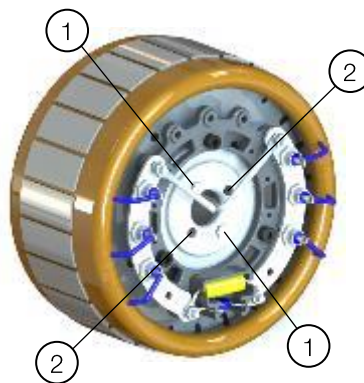

Figure 14.22 : Fixation et trous pour l'extraction du rotor de l'excitatrice
- Retirer le rotor de l'excitatrice. Utiliser les vis de fixation pour extraire le rotor de l'excitatrice, à travers les trous indiqués à la Figure 14.22, et retirer la bague actuelle du rotor de l'excitatrice.
Légende - Figure 14.22 :